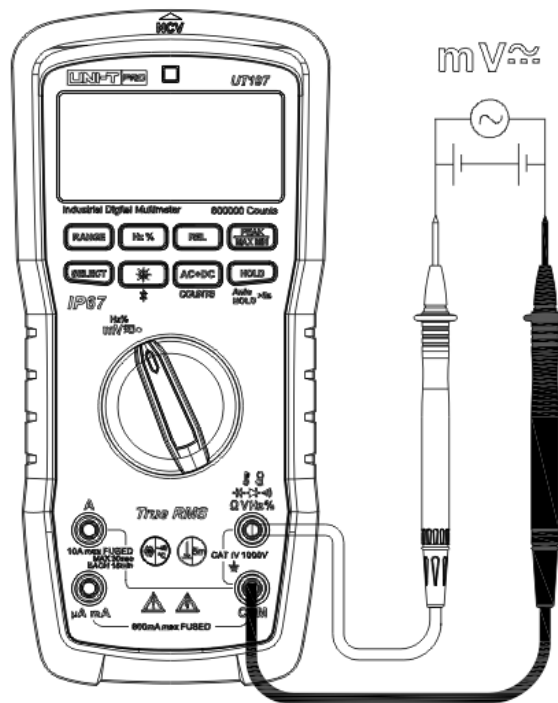

Abbildung 8
4. AC mV-Messung (Abbildung 8)
5. DC mV-Messung (Abbildung 8)